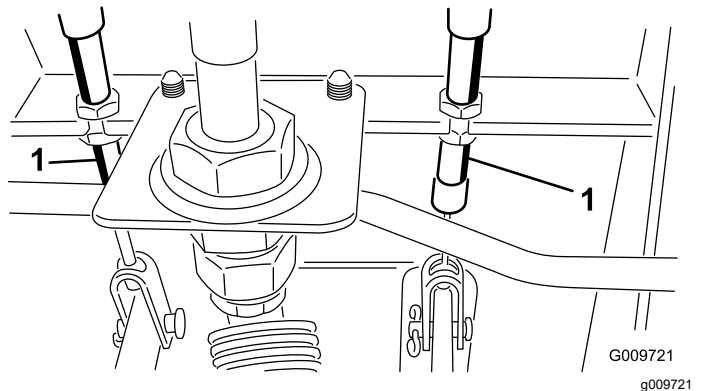

Figure 119
- A. Desserrez l'écrou avant sur l'extrémité fileté du câble de frein (Figure 119).